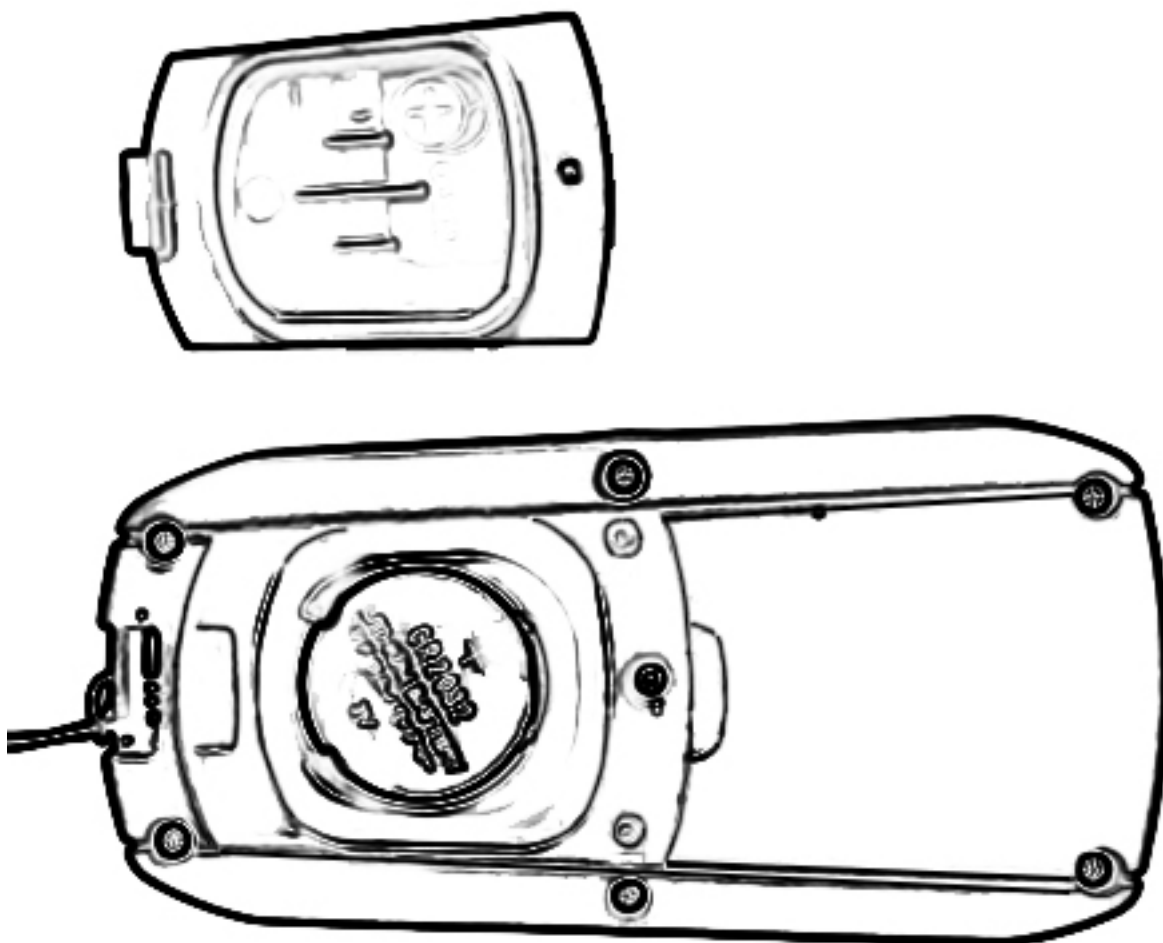

図 6-蓋を外したところ
- 重 要** ・電池の方向は図 6 のように挿入してください。逆さまに挿入してもユニットが故障することはありませんが、動作しません。